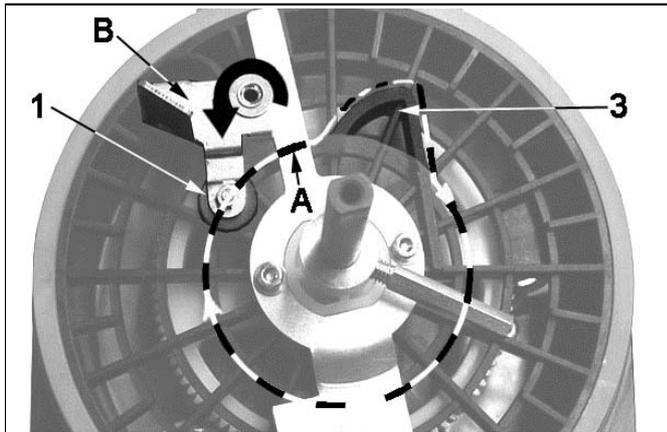

Abb. 8-1 Komponenten der Leermelde-Einheit (Behälter gefüllt)
- Durch die Einlenkung des Rührflügels B (Abb. 8-1) im Schmierstoff, wird das drehbar gelagerte Leitblech mit dem Rundmagneten 1 nach innen gedrückt, auf Umlaufbahn A.
- Ein Steuernocken 3 (Abb. 8-1) führt den Rundmagneten mit dem drehbar gelagerten Leitblech zwangsläufig nach außen, Richtung Behälterwand. Nach Verlassen des Steuernockens, drückt der Schmierstoff gegen das Leitblech und bewegt den Magneten wieder nach innen (B).